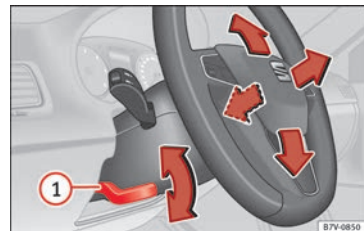

Fig. 25 Mekanisk indstilling af ratposition
- Drej armen » Fig. 25 ① nedad.
- Armen » Fig. 25 ① skal altid trykkes helt op, efter at indstillingen er foretaget, så rattet ikke utilsigtet ændrer position under kørsel.